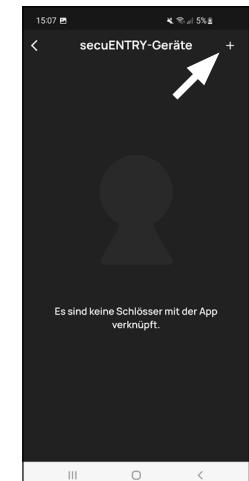

Abb. 2
② Die App zeigt eine Auflistung der bereits registrierten Zylinder. Bei der Ersteinrichtung ist diese leer. Um einen neuen Zylinder einzurichten, tippen Sie auf das „+“ oben rechts (Abb. 2).